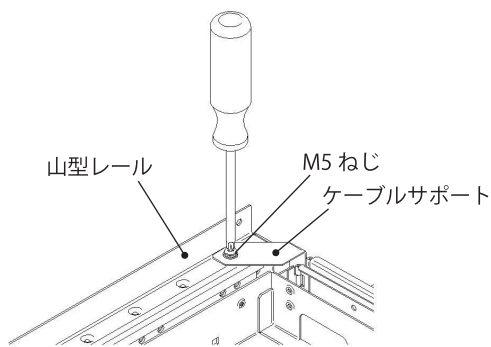

図 7
9. 1 で外したケーブルサポートを M5 ねじで山型レールに固定してください。(図 7)